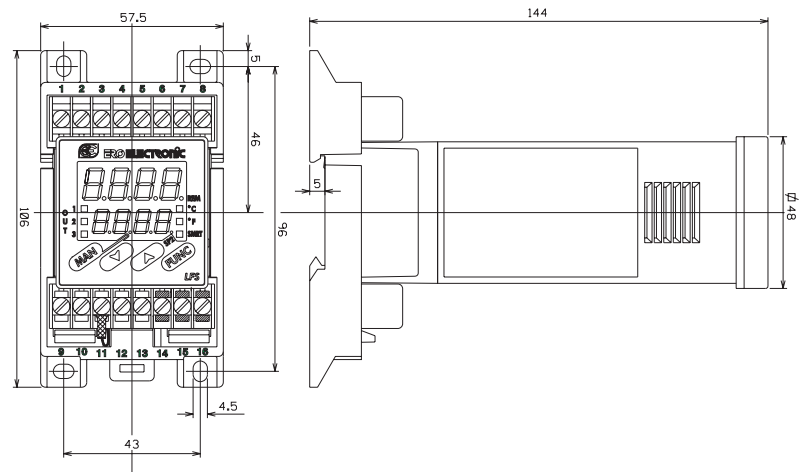

Fig. 4
Choisir une position de montage propre, d'accès facile et autant que possible exempte de vibrations. La température ambiante doit être comprise entre 0 et 50°C (de 32 à 122°F). L'instrument peut être monté au mur ou sur une barre Omega DIN. Les dessins mécaniques sont indiqués dans la Fig. 4.
Pour le montage au mur utiliser les trous (A). Dans ce cas, nous recommandons d'utiliser quatre vis M4 serrées à un couple mini. de 1 Nm. Pour les gabarits de perçage et les dimensions d'encombrement, se référer à la Fig. 4.